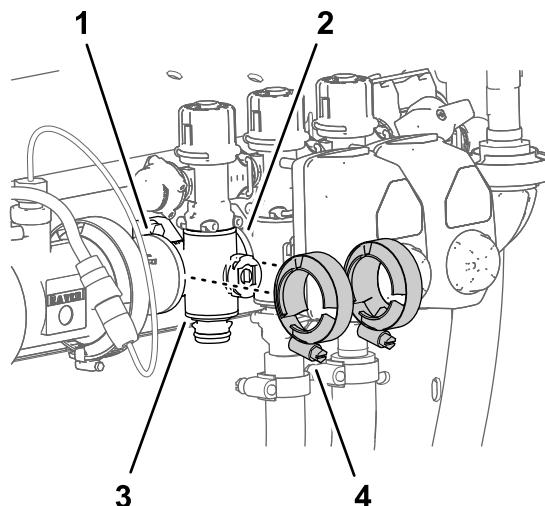

Bild 134
- Befestigen Sie die Flanschklemmen, die Sie in Entfernen des Abschnittverteilvertis \(Seite 95\) entfernt haben, lose an den Flanschen des Abschnittventilverteilers und an den Flanschen der anderen Abschnittventile und/oder am Kupplungsadapter (Bild 134).
7. Ziehen Sie die zwei Flanschklemmen mit der Hand an (Bild 134).